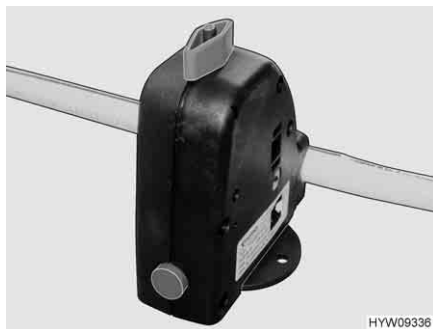

Fig. 101 Valvola di sicurezza/di scarico
- Aprire la valvola di sicurezza/di scarico (Fig. 101). A tal fine ruotare la manopola (Fig. 101) nel senso della lunghezza della valvola di sicurezza/di scarico.